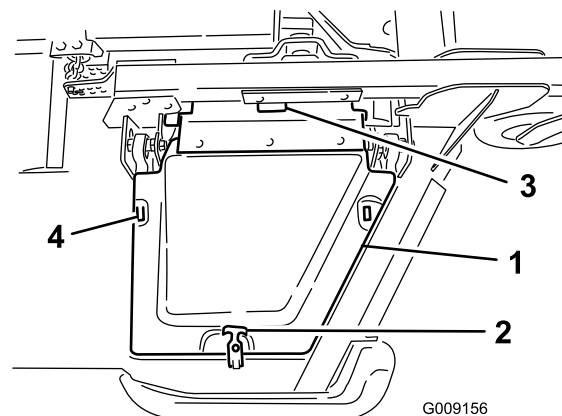

Figura 6
8. Instale a cobertura da plataforma lateral e fixe-a com o trinco de borracha (Figura 6).